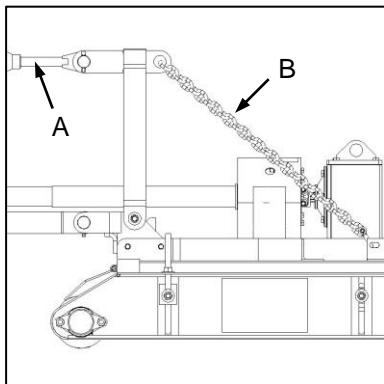

Fig. 1
- ✓ Adjust the tractor 3-point hitch top link (Fig. 1-A) to provide sufficient slack in the implement topmast chains (Fig. 1-B) to allow articulation of the implement over undulating terrain.
- ✓ Verstel die trekker se 3-punt-boskakel (Fig. 1-A) om voldoende spelting aan die implement se topmastkettings (Fig. 1-B) te verskaf, sodat die implement die kontoere van die grond kan volg.